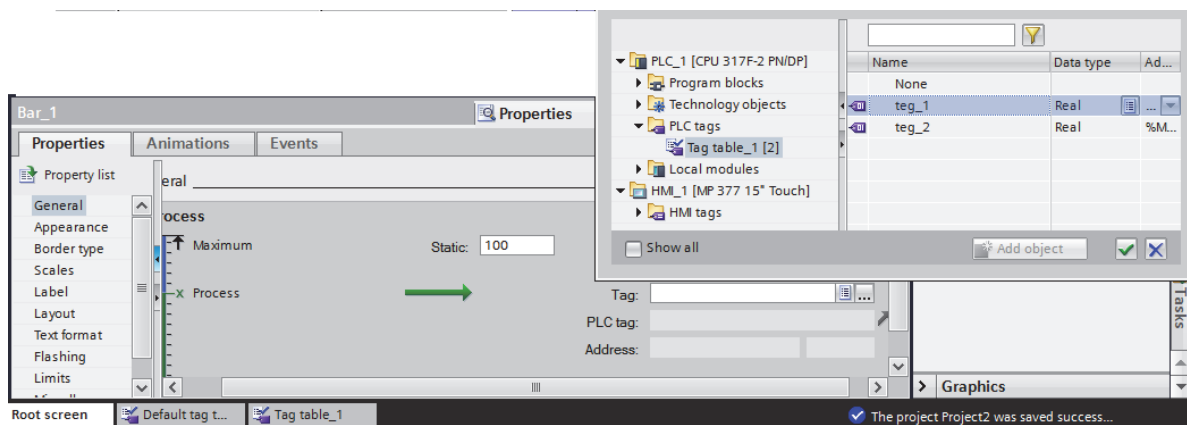

Рис. 2.8. Присвоение тега к шкале уровня
5. Присвоение тегов (рис. 2.8–2.11):